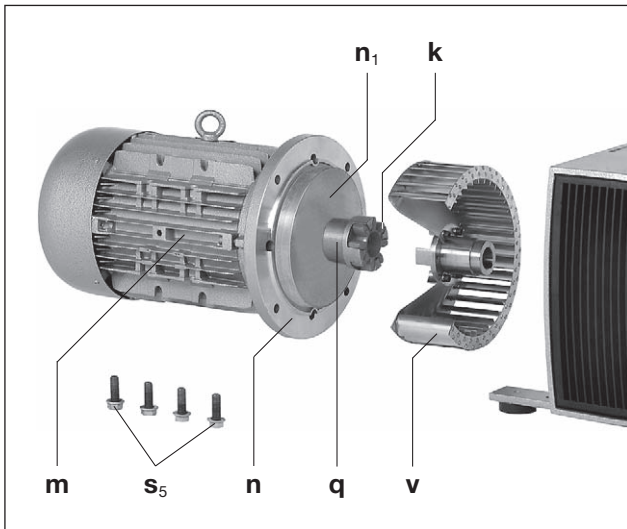

Abb. 9 Kupplung
Der Kupplungs-Zahnkranz (Abb. 9/k) unterliegt einem Verschleiß und muss regelmäßig (mindestens 1 x pro Jahr) überprüft werden.
Zur Überprüfung der Kupplung den Motor (Abb. 9/m) ausschalten und gegen Wiedereinschalten sichern. Schrauben (Abb. 9/s5) am Flansch (Abb. 9/n) lösen. Motor mit motorseitiger Kupplungshälfte (Abb. 9/q) axial abziehen und mittels Hebezeug aufhängen. Ist der Zahnkranz (Abb. 9/k) beschädigt oder verschlissen, diesen dann austauschen. Der Ventilator (Abb. 9/v) sollte ebenfalls von Zeit zu Zeit auf Beschädigungen überprüft werden und gegebenenfalls austauscht werden.
**Betrieb nicht ohne Schwungmasse (Abb. 9/n1)!**
Die Lebensdauer des Zahnkranzes (Abb. 9/k) wird verkürzt.